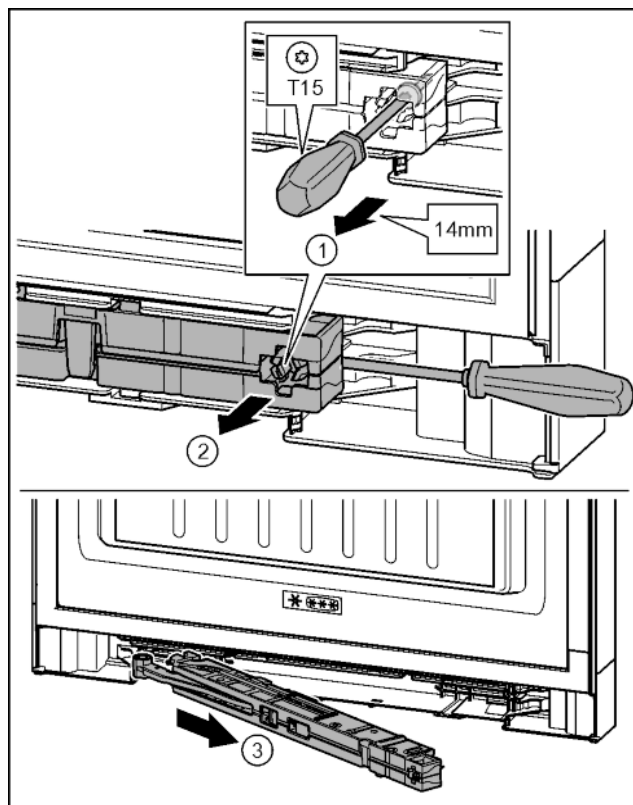

Fig. 17
► Ослабить винт на узле амортизатора с помощью отвёртки T15 примерно на 14 мм. Fig. 17 (1)
► Переместить отвёртку со стороны ручки за узел амортизатора. Повернуть узел вперед. Fig. 17 (2)
► Вытащить узел амортизатора. Fig. 17 (3)